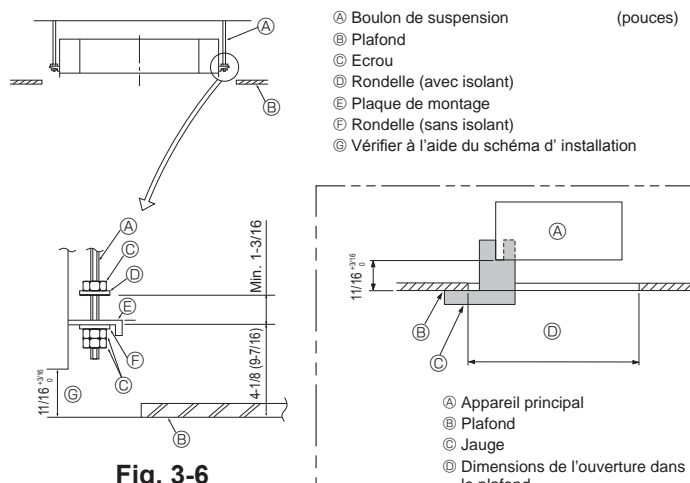

Fig. 3-6
- ② Structures en béton armé
3.6. Méthodes de suspension de l'appareil (Fig. 3-6)